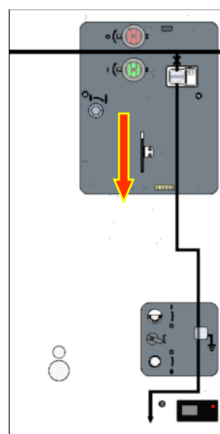

Figura 19
5) Împingeți obturatorul de interblocare în jos, până la poziția limită inferioară (figura 19).